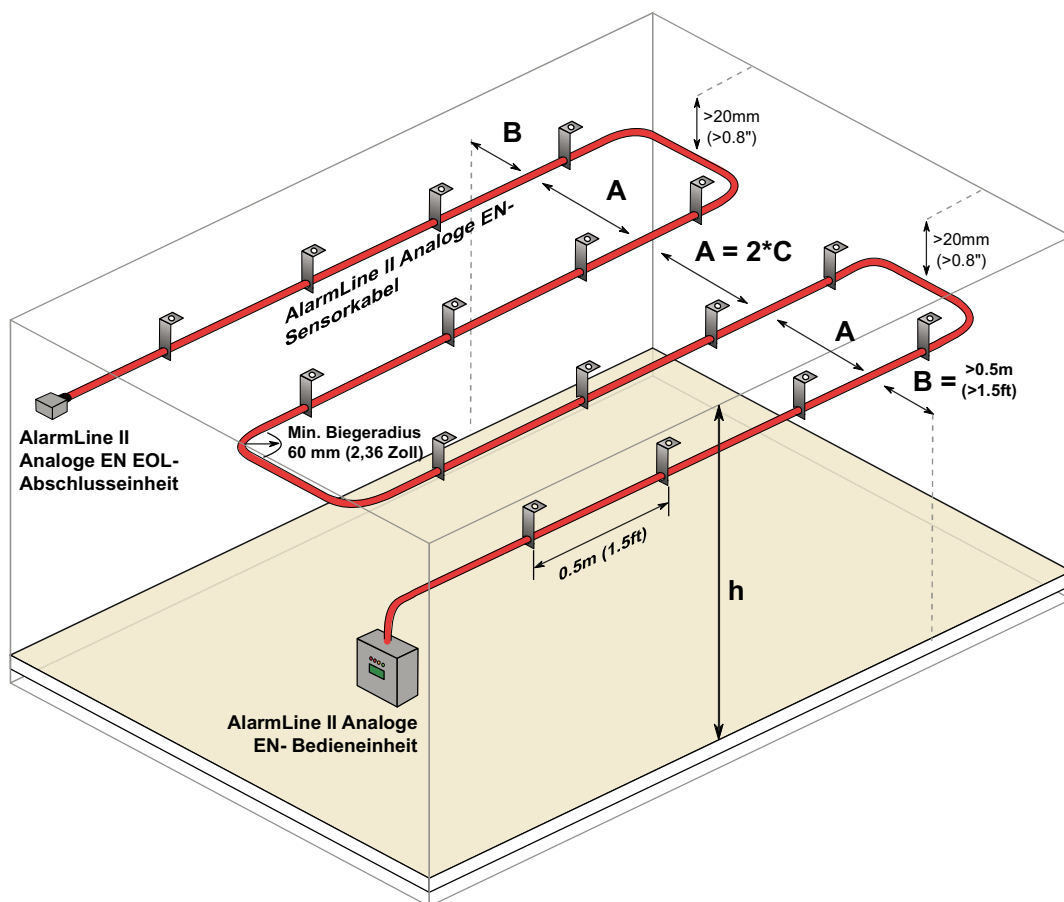

Abbildung 8: Raumschutz mit dem AlarmLine II-Analogue EN-LHD-System
-  Montieren Sie das Sensorkabel nie näher als 0,5 m an Wände, Ausrüstung oder gelagerte Ware (gezeigt als B in Abbildung 8).
Deshalb darf der Abstand zwischen zwei parallelen Sensorkabel-Führungen (gezeigt als A in Abbildung 8 unten) nicht größer sein als der in Tabelle 4 aufgeführte Abstand. Für Klasse A11 beträgt die maximale Deckenhöhe (h) 9 m (siehe DIN VDE 0833-2 Abschnitt 6.1.5.3).